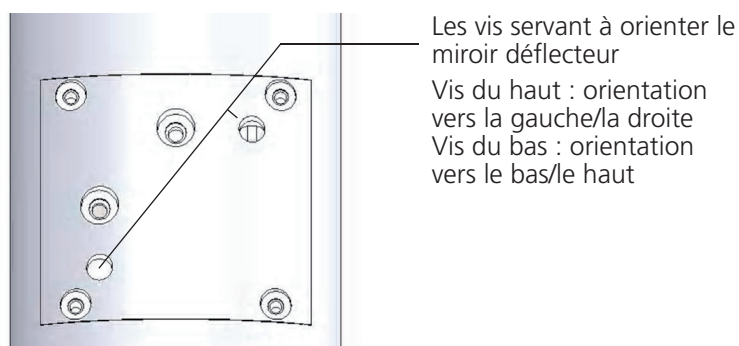

Fig. 21 : Les vis de réglage du miroir défecteur
Le miroir défecteur (voir fig. 21) vous permet d'aligner facilement le rayon laser par rapport au centre du réticule de la loupe binoculaire.
- A l'aide des vis de réglage du miroir défecteur (voir fig. 21) et en déclenchant de nouvelles impulsions laser, faire en sorte que la tache focale se rapproche de plus en plus du centre du réticule.